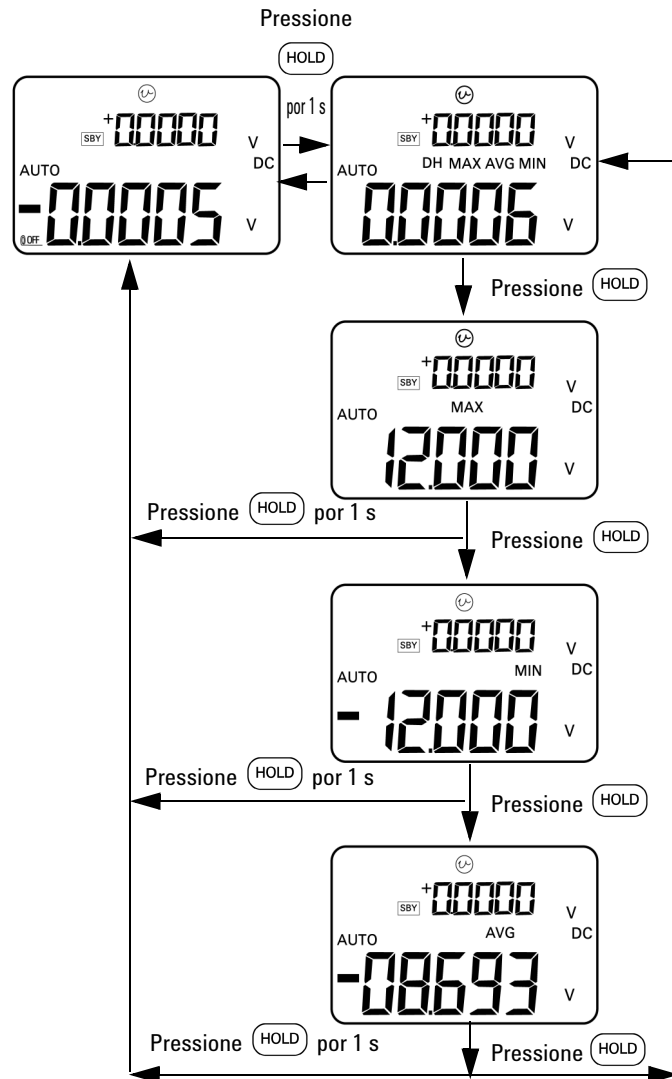

Figura 3-7 Modo de Gravação dinâmica
- 2 Pressione **MAX • MIN** para alternar entre as leituras máxima, mínima, média e atual. Os mostradores **MAX**, **MIN**, **AVG** ou **MAX AVG MIN** surgirão para indicar qual valor está sendo exibido. Consulte a Figura 3-7 na página 59.